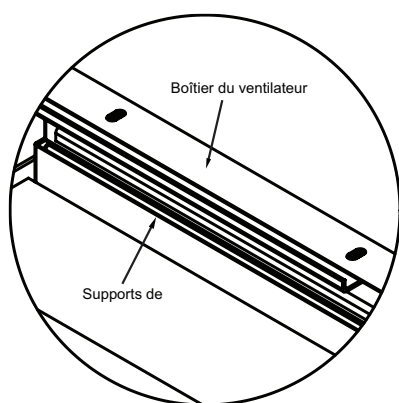
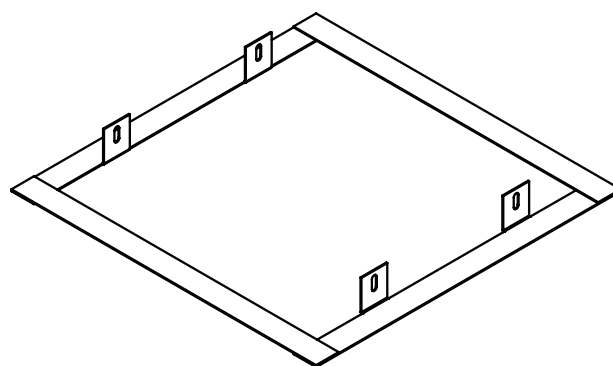

Figure 3
Figure 4
4. Avec le registre fixé au boîtier du ventilateur, fixez les supports de fixation fournis. Positionnez les supports de fixation sous les brides de fixation du registre ou sous le boîtier du ventilateur, comme nécessaire. Positionnez la fente de sorte à l'aligner avec les trous dans le boîtier du ventilateur et/ou les trous dans les brides de montage du registre (Voir Figure 3). Les supports peuvent être ajustés pour passer entre les supports du registre. Une fois les supports ajustés, fixes-les à la bride du boîtier du ventilateur au moyen de quatre écrous #10-32 fournis. Deux attaches par côté au minimum sont nécessaires.
5. Fixez les supports de fixation aux supports du registre au moyen de vis à bois d'un minimum de 2" (51) de longueur à un endroit au minimum par support. Assurez-vous que le bas du registre/ventilateur soit aligné avec le bas du plâtre une fois installé. Placez le registre/ventilateur en fonction de la présence d'une barre résiliente et de l'épaisseur du plâtre. Veuillez vous reporter aux assemblages UL plancher/plafond ou toit/plafond pour référence.
6. Une fois le plâtre en place, fixez la cloison sèche de support (Voir Figure 4) au registre au moyen des vis filetées #8 fournies à quatre endroits au minimum. L'assemblage de cloison sèche de support doit être ajusté avec le bas du plâtre pour que le plâtre soit en appui sur la cloison sèche de support.